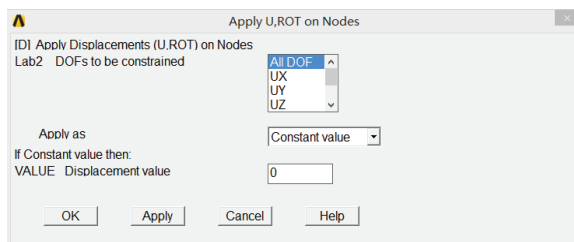

图 4-15 施加位移载荷对话框
5) 选择 Main Menu | Solution | Define Loads | Apply | Structural | Displacement | On Nodes 命令, 出现 Apply U,ROT on Nodes 拾取菜单, 单击 Pick All 按钮, 出现 Apply U,ROT on Nodes 对话框, 在 Lab2 DOFs to be constrained 下拉选框中选择 All DOF, 在 VALUE Displacement value 输入栏中输入 0, 如图 4-15 所示, 单击 OK 按钮关闭该对话框。